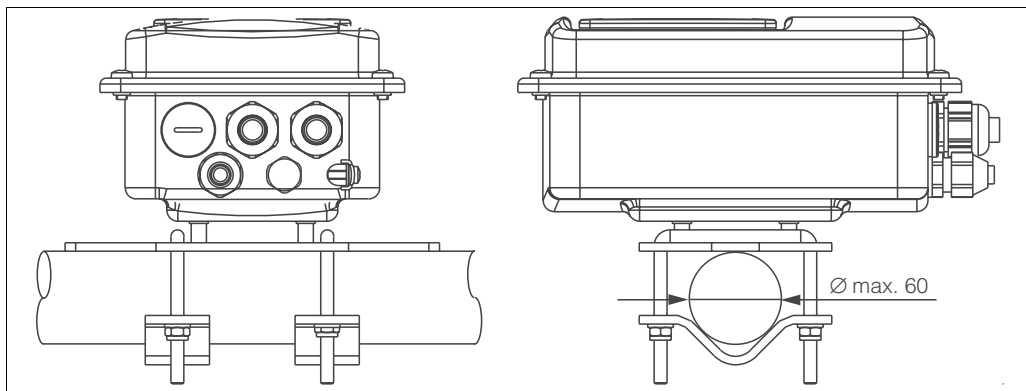

Fig. 13 : Montage sur mât du CLD132 version séparée
3. Fixez le support avec le Smartec S sur le mât ou la conduite au moyen du collier de serrage (fig. 13).